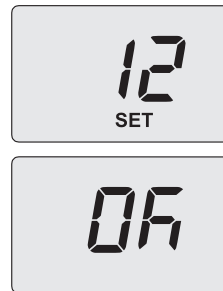

Figura 5.35
- Utilizzando i tasti 11 o 12 è possibile modificare il valore del parametro 11 da **00=0s** a **100=500s** (ogni aumento o diminuzione di una unità sul display corrisponde a 5 secondi). Es. 12=60 secondi. Sul display compare la scritta **"SET"** (Figura 5.35).
- Premendo il tasto 13 (Figura 5.32) si ottiene la conferma del valore inserito. Sul display appare per 3 sec. la scritta **"Ok"** (Figura 5.35), per poi visualizzare la lista dei parametri.